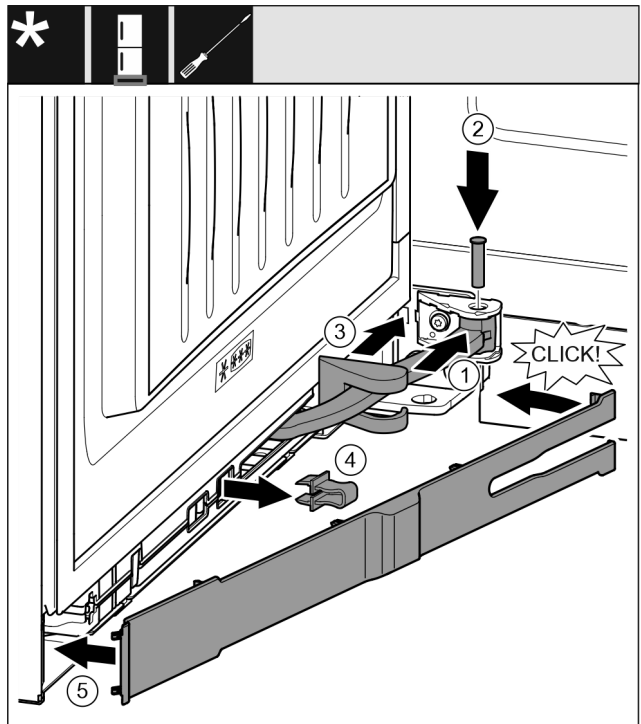

Fig. 43
- Ktheni menteshën Fig. 43 (1) në vendin e varjes.
- ▶ Futni bulonin Fig. 43 (2) me një kaçavidë në vendin e varjes dhe në menteshë. Këtu bëni kujdes që gunga ndaluese të futet saktësisht në kanal.
- ▶ Shtyni kapakun mbulues të bazamentit mbështetës Fig. 43 (3) përgjatë krahut të menteshës dhe montojeni mbi vendin e varjes.
- ▶ Hiqni siguresën Fig. 43 (4).
- ▶ Vendosni panelin mbulues Fig. 43 (5) në anën e dorezës dhe shtyni për nga brenda.